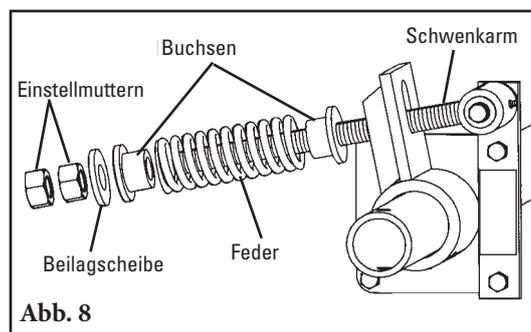

Abb. 8
14. Federspannvorrichtung wieder zusammenbauen. Feder, U-Scheibe und Buchsen auf den Schwenkarm schieben und die beiden Einstellmuttern drehen, bis der Schwenkarm etwa 6 mm (1/4") aus den Muttern herausragt (Abb. 8).